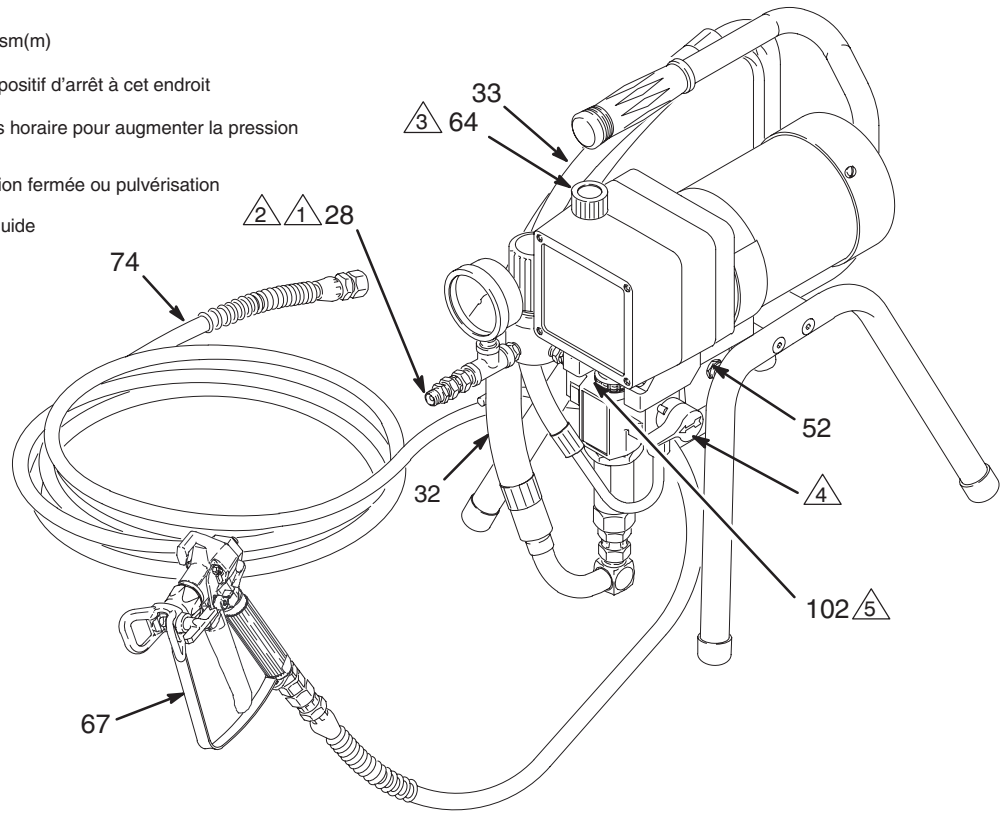

Fig. 4
3. Ne jamais installer un dispositif d'arrêt entre le filtre et le flexible principal. Voir Fig. 4.
**REMARQUE:** Voir la figure 4 et les autres figures indiquées dans le texte pour la procédure de démarrage du pulvérisateur.
1. **Ouvrir le robinet de décompression produit (42).**